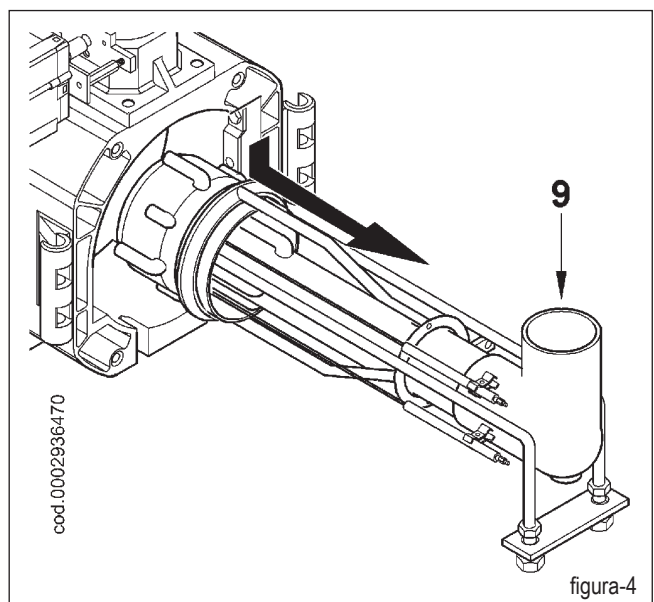

figura-4
- 4) Bajar ligeramente el empalme de envío del gas (9) (figura 4) y sacar todo el grupo de mezcla en la dirección indicada por la flecha de la figura 4.